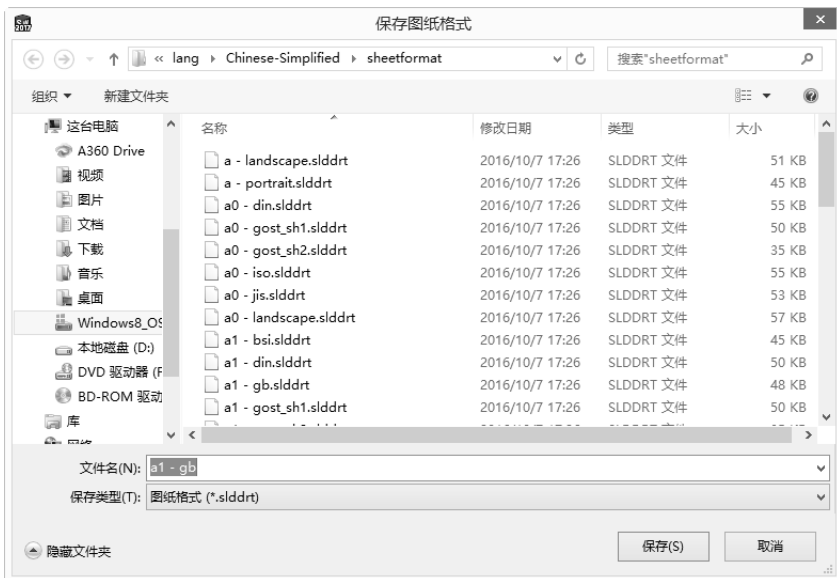

图 6-6 “保存图纸格式”对话框
- 1) 选择菜单栏中的“文件”→“保存图纸格式”命令。系统会弹出“保存图纸格式”对话框, 如图 6-6 所示。